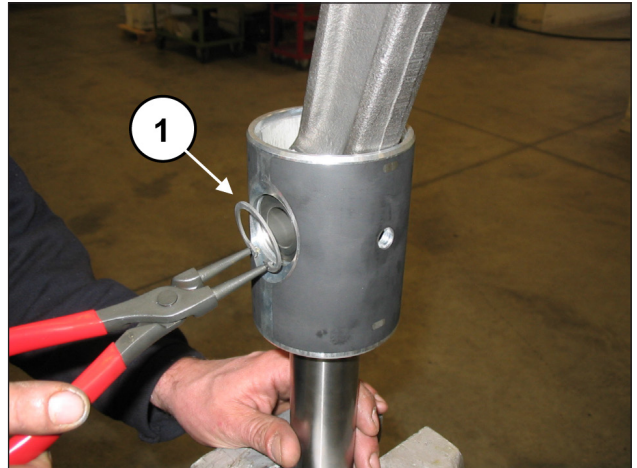
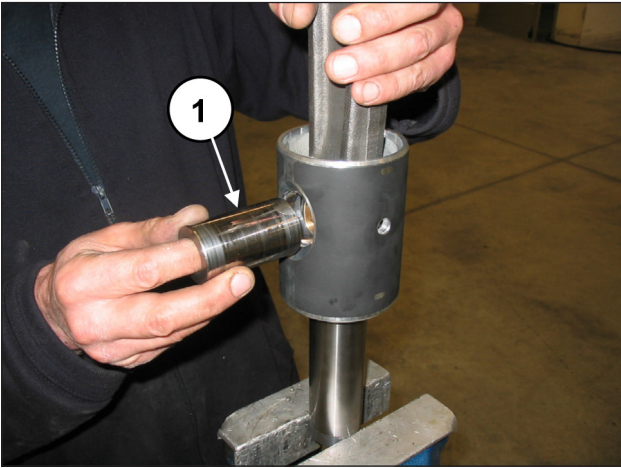
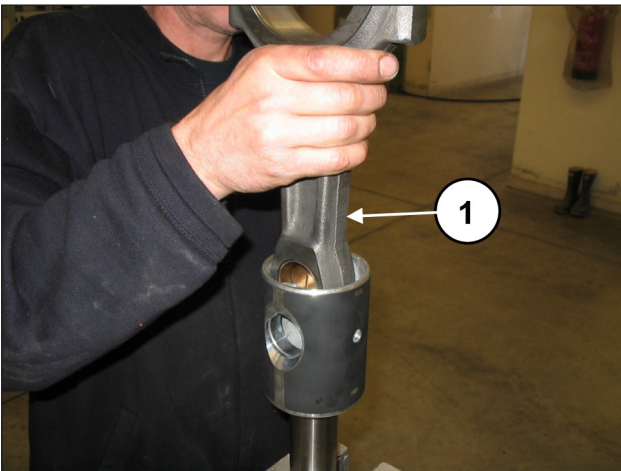

Fig. 44
Fig. 45
Fig. 46
Déposer les deux anneaux Seeger de retenue de la goupille à l'aide d'un outil approprié (rep. ①, Fig. 44).
Dégager la goupille (rep. ①, Fig. 45) et extraire la bielle (rep. ①, Fig. 46).
Insérer la bielle dans le guide de piston (rep. ①, Fig. 46) puis insérer la goupille (rep. ①, Fig. 45). Appliquer les deux Seeger d'appui à l'aide de l'outil approprié (rep. ①, Fig. 44).